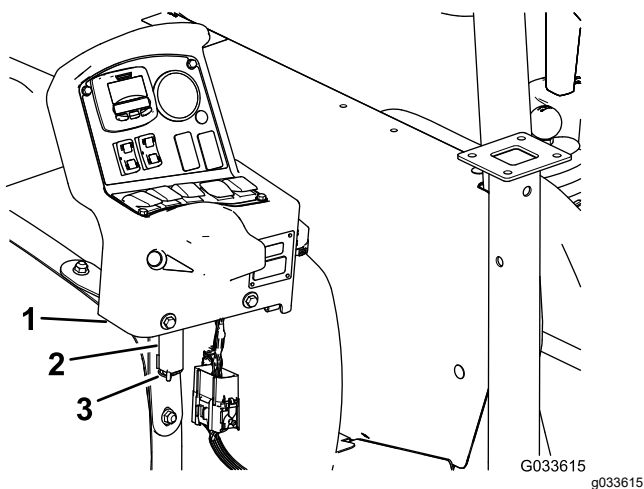

Figura 134
7. Demontați consola de pe suportul de montare a consolei de la bordul mainii și aliniați fusul de basculare de la consola de comandă cu suportul de depozitare de la chinga frontală a rezervorului (Figura 134); consultați Montarea consolei de comandă la maină \(Pagină 20\).
8. Asamblai consola pe suport i fixai fusul de basculare pe suport cu tiftul în formă de agrafă (Figura 134).